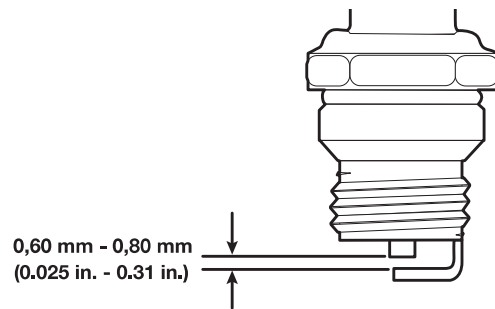

Fig. 27
4. Con un calibrador de verificación de piezas fije el espacio de aire entre 0.6 mm y 0.8 mm (0.025 in - 0.31 in) (Fig. 27).